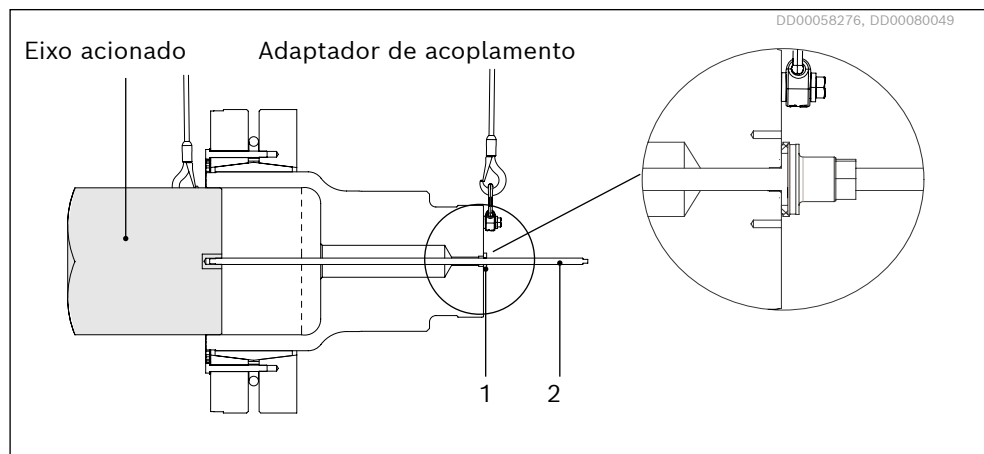

Fig. 35: Montagem do adaptador de acoplamento no eixo acionado com a ferramenta de montagem.
3. Passe a ferramenta de montagem pelo centro do adaptador de acoplamento e aparafuse-a no eixo acionado utilizando a chave quadrada na extremidade da ferramenta, consulte a *Fig. 35*.